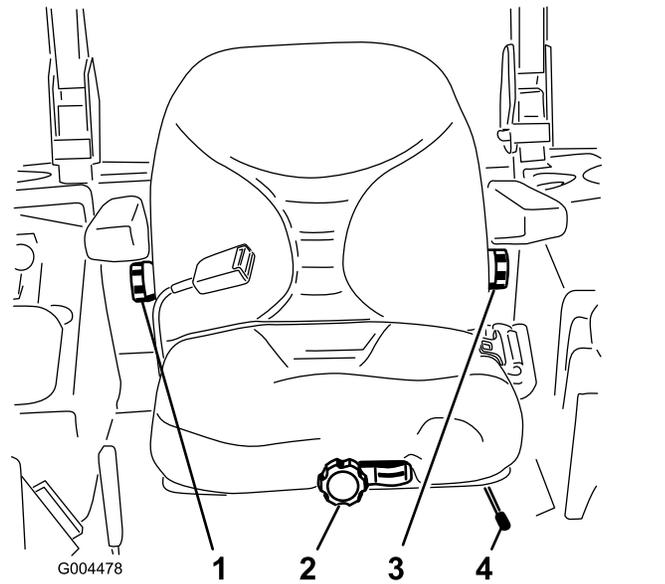

Figura 15
- Para ajustar o banco, empurre a alavanca para o lado para desbloqueá-lo (Figura 15).
Sem estar sentado no banco, rode o botão da frente numa das direções para proporcionar o máximo conforto (Figura 15).
Para ajustar as costas do banco, rode o botão, localizado sob o apoio do lado direito, numa das direções para proporcionar o máximo conforto (Figura 15).
Para ajustar as costas do banco, rode o botão, sob o apoio do lado esquerdo, numa das direções para proporcionar o máximo conforto (Figura 15).